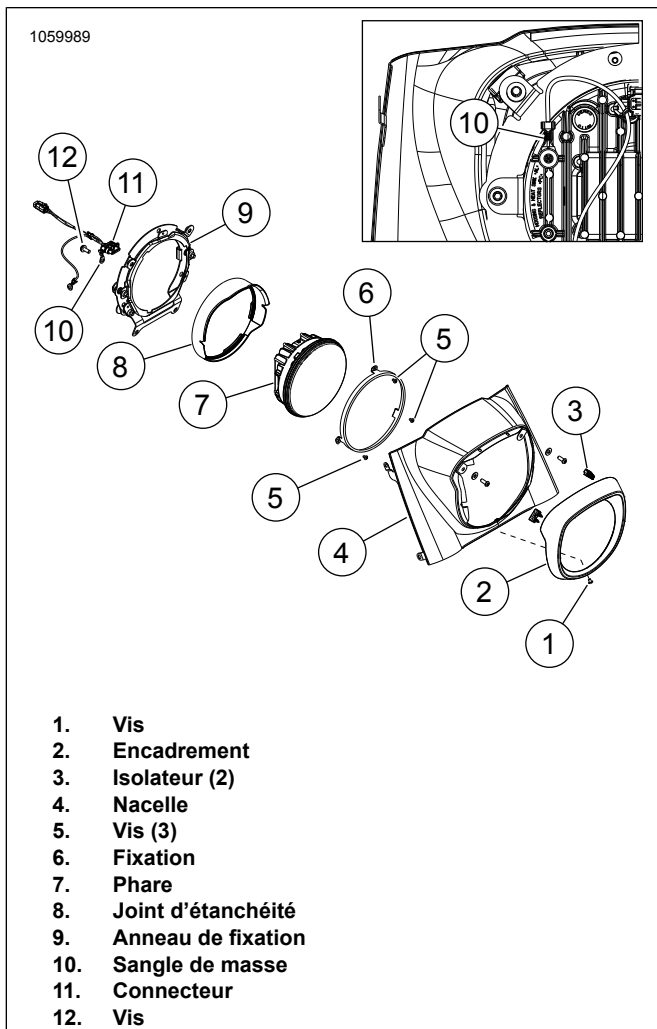

Figure 5. Phare monté sur nacelle
1. Voir la Figure 5. Retirer le phare (7). Consultez le manuel d'entretien.
2. Retirer la sangle de masse (10). Jetez-la.
1. Voir la Figure 5. Installer le phare (7). Consultez le manuel d'entretien.